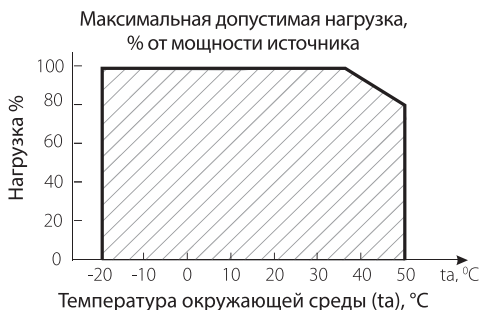

Рис. 2
- 4.3. Не нагружайте источник питания более 80% от его максимальной мощности. Учитывайте, что с повышением температуры окружающей среды, максимальная мощность источника питания снижается, см. график зависимости на Рис.2